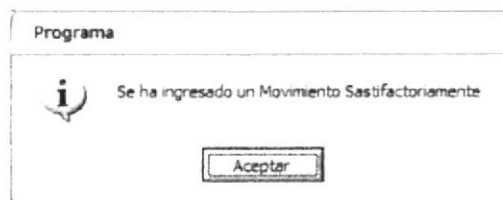

Figura 4.21 Mensaje de confirmación del Proceso
14. Si se ha realizado el ingreso satisfactoriamente aparecerá el mensaje. (Ver figura 4.21).